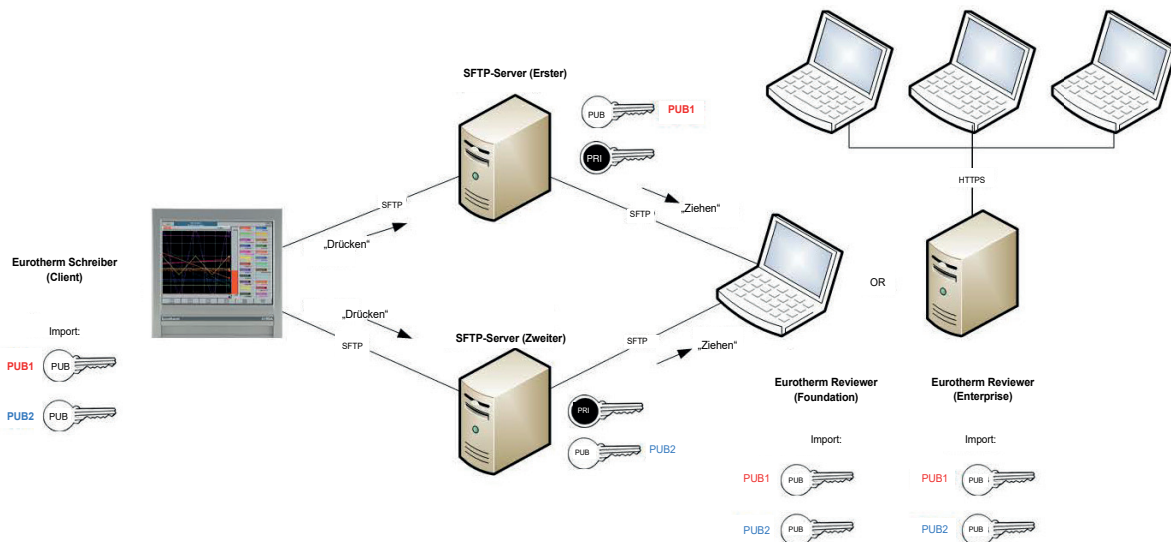

Abbildung 4.8b Secure FTP - Schreiber als Client
Es gibt verschiedene System-Konfigurationen. Abbildung 4.8b Secure FTP - Schreiber als Client zeigt einen Schreiber 600 als Client, der eine Verbindung zu zwei Servern herstellt, auf denen jeweils eine SFTP-Server-Applikation ausgeführt wird.
- Exportieren oder beantragen Sie eine Kopie des aktuellen SFTP Public Keys des Servers. Wenn Sie eine Verbindung zu mehreren Servern herstellen, benötigen Sie den Public Key jedes Servers. (Siehe Public Keys PUB1 und PUB2 in „Abbildung 4.8b Secure FTP – Schreiber als Client“ auf Seite 249.
Mit dem Menü „Public Key importieren“ kann ein Benutzer einen SFTP Public Key von einem SFTP-konfigurierten Server importieren. Ein Beispiel könnte ein Schreiber sein, der mit einem „primären“ Archivierungsserver (oder mehreren Servern) verbunden ist und Daten auf ihn hochlädt bzw. sicher an ihn überträgt, siehe „Abbildung 4.8b Secure FTP – Schreiber als Client“ auf Seite 249.